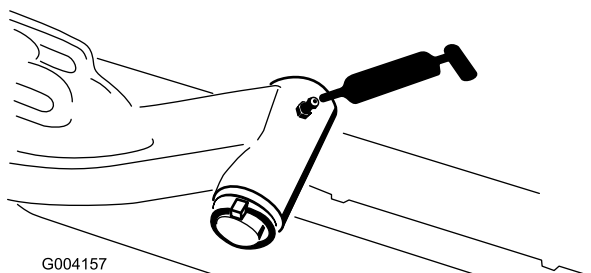

Figure 50
- Axe de pivot des bras de relevage (1 chacun) (Figure 50)